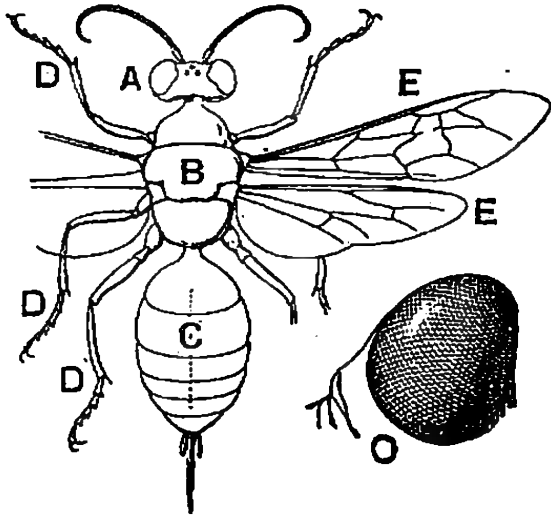

Fig. 235, 236. — Divisions du corps d'un insecte. — A, tête avec antennes ; B, thorax avec pattes D et ailes E ; C, abdomen ; O, œil composé.
3. Les insectes sont des articulés à six pattes. — Le corps d'un insecte (fig. 235) comprend trois régions bien distinctes : la *tête*, le *thorax* et l'*abdomen*.